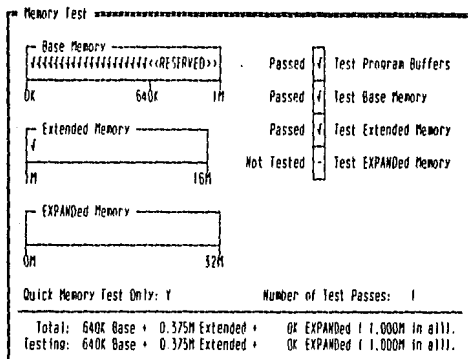

figura 5-2
- El menú del TEST de memoria se muestra en la figura 5-2.